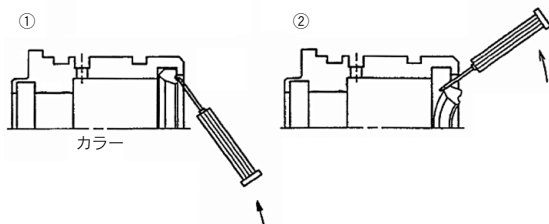

図4 クッションパッキン取り外し方
④クッションパッキン(エアクッション付のみ)
- b. 図4のようにクッションパッキンをカラーの後側からとヘッドカバーからそれぞれ1つずつ精密ドライバーなどを差し込み抜き取ります。この時のパッキン溝に傷を付けないように注意してください。